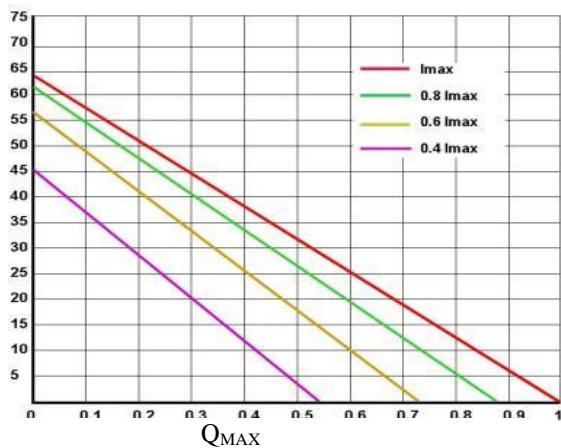
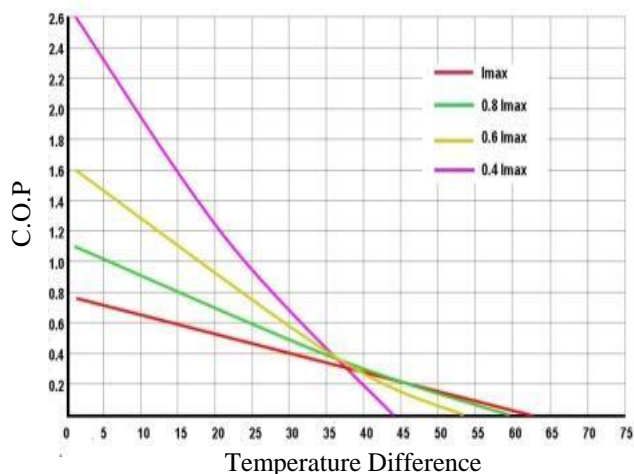

图 2.  $DT$  与  $Q_{MAX}$  的关系图
图5. C.O.P与DT的关系图
5. 用图 2 到图 5 中的图表来决定使用哪一种 TEC: 需要用散热片散多少热, 散热片的温度是多少, 等等。